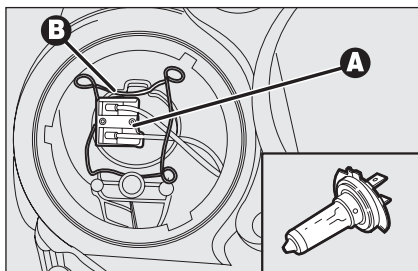

fig. 26
- scollegare il connettore elettrico **A-fig. 26**;
- rimontare la nuova lampada quindi riagganciare la molletta fermalampada **B-fig. 26**;